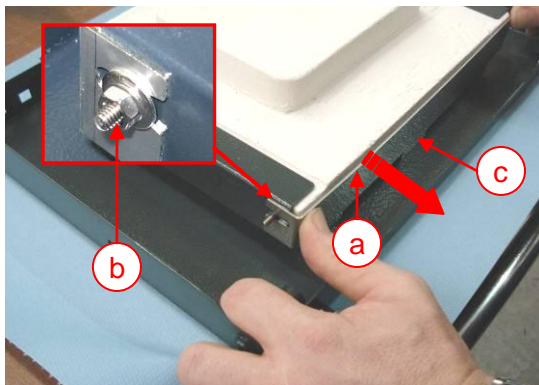

Abb. 7 – Deckblech entfernen
- Deckblech (Abb. 7 a) nach dem Lösen der 2 St. M4 Muttern (Abb. 7 b) abnehmen.
- Deckblech wieder einsetzen und mit den 2 St. M4 Muttern (Abb. 7 a) wieder befestigen. Darauf achten dass die Lasche des Deckblechs in die Aussparung der Türe eingreift (Abb. 7 c).